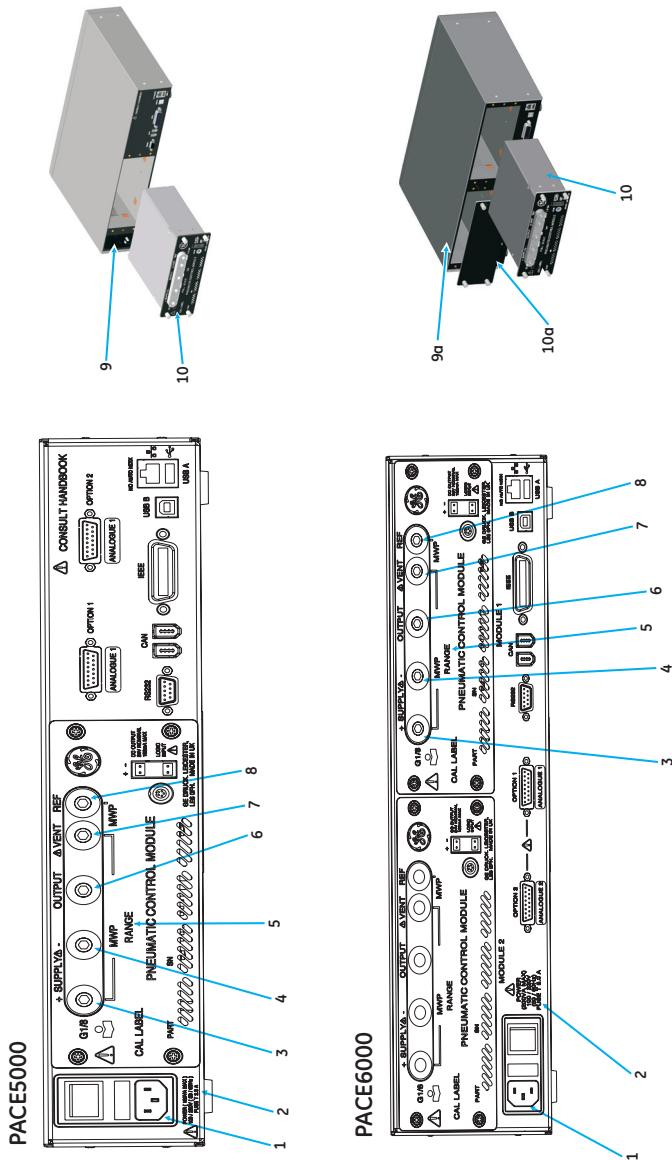

Figura 1
Legenda figura 1
- Non applicare pressioni superiori alla massima pressione di esercizio (MWP) indicata sul pannello posteriore (vedere la figura 1, elemento 5)
- Non applicare alimentazione elettrica superiore ai valori massimi indicati sul pannello posteriore (vedere la figura 1, elemento 2)